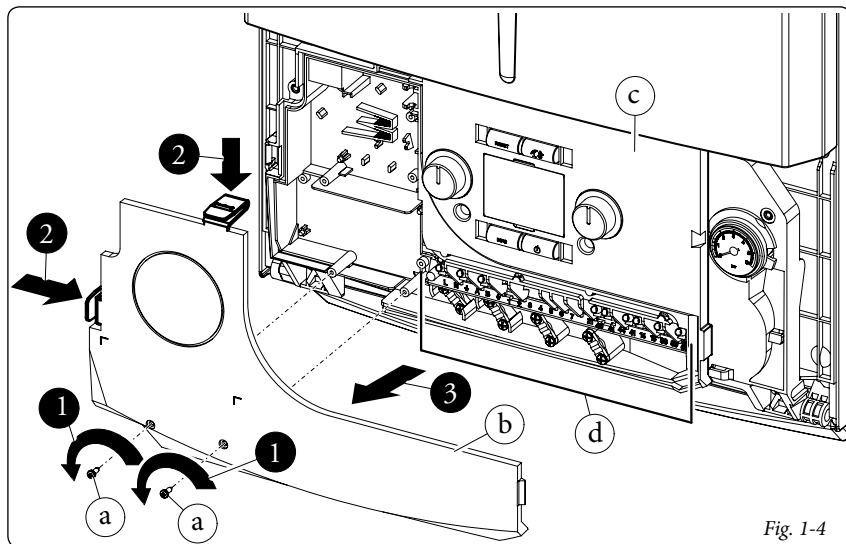

Fig. 1-4
• **Apertura vano allacciamenti cruscotto (Fig. 1-4).**
- Smontare il coperchio (b fig. 1-4).